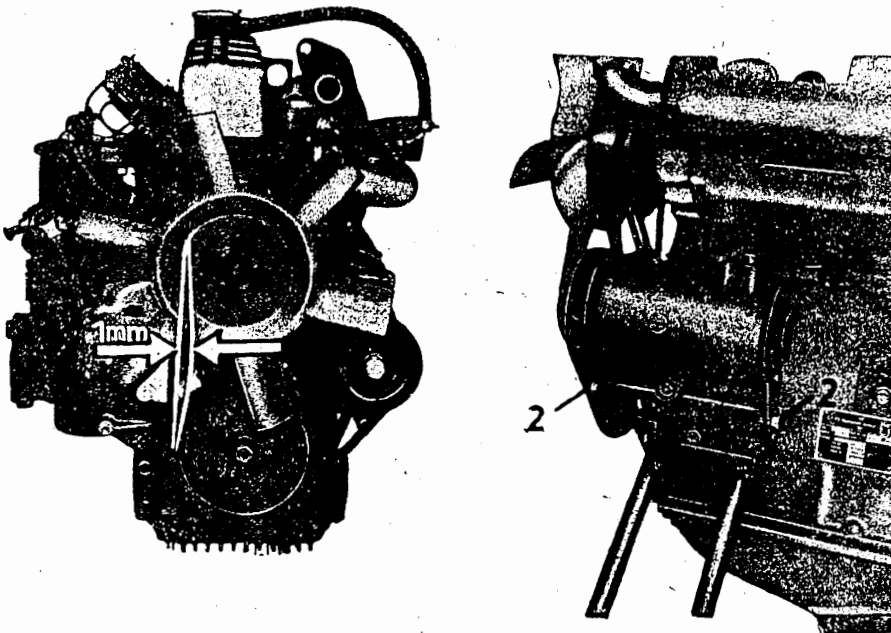

Bild M 218. Keilriemenspannung überprüfen
3. Keilriemen spannen und Befestigungsschrauben für Spannschiene und Lichtmaschinenhalter festziehen. Der Keilriemen wird mit Hilfe der Lichtmaschine gespannt, er ist richtig gespannt, wenn er sich etwa 1 cm durchdrücken läßt (Bild M 218).